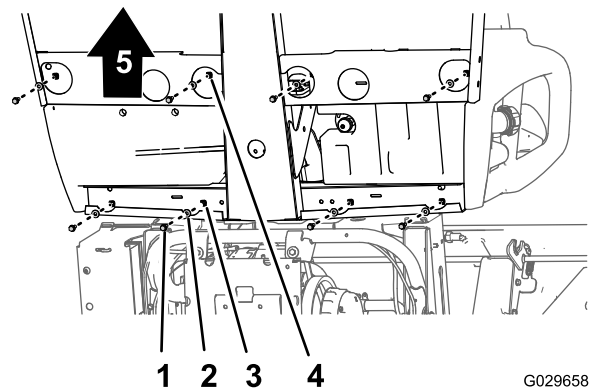

Рисунок 44
1. В нижней части автомобиля удалите 8 болтов с фланцевыми головками и 8 шайб, которые крепят основание сиденья к панели пола и заднему швеллеру кабины (Рисунок 44).
2. Осторожно поднимите сиденья, основание сиденья и тросы стояночного тормоза с автомобиля (Рисунок 44).
1. Поднимите сиденья и основание сиденья для установки на автомобиль и совместите тормозные тросы с ходовой частью (Рисунок 44 и Рисунок 45).
2. Совместите отверстия в основании сиденья с отверстиями в панели пола и заднем швеллере кабины (Рисунок 44 и Рисунок 45).